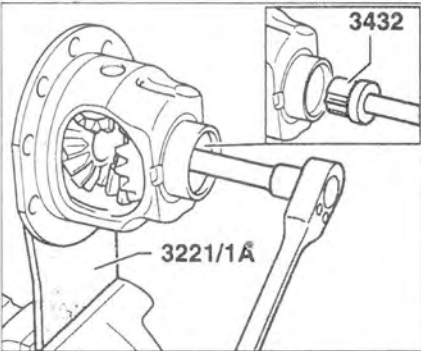

Рис. 5.116. Снимите сателлиты вместе с упорными прокладками.
7. Снимите сателлиты вместе с упорными прокладками (рис. 5.116).